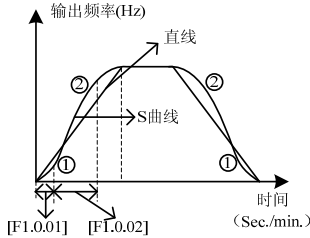

图 7-21 加减速曲线
S 曲线加速起始/减速终止段时间如图 7-21 中的①所示，用加、减速总时间的百分比表示。
S 曲线加速上升/减速下降段时间如图 7-21 中的②所示，用加、减速总时间的百分比表示。